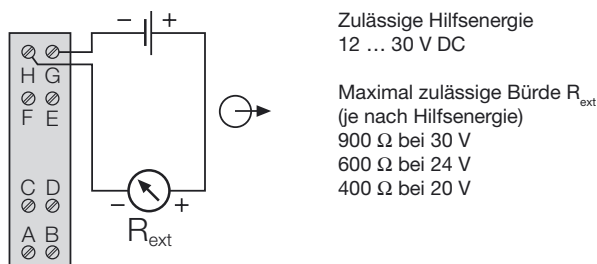

Bild 5
Messausgangsleitungen (Analogausgang und Hilfsenergie) nach Bild 5 an den Klemmen (H) und (G) anschliessen.